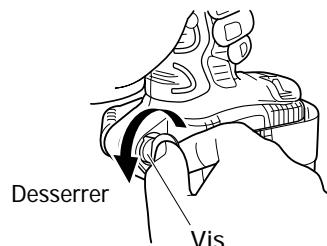

Fig. 6
- Tenir fermement le boîtier de l'outil et retirer la vis à l'aide d'un tournevis pour écrou à fente ou d'une pièce de monnaie (Fig. 6).
- (c) Fixer le crochet et le ressort de l'autre côté et serrer à fond avec la vis (Fig. 6).